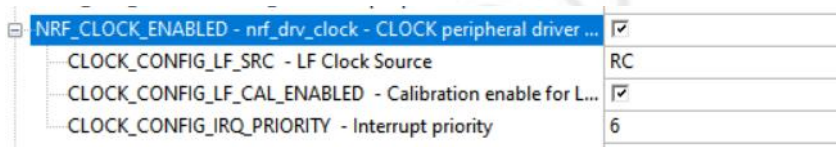

图 5.2：NRF_CLOCK_ENABLED
- 展开” nRF_Drivers ” ->” NRF_CLOCK_ENABLED ” 请按照图 5.2 进行修改：